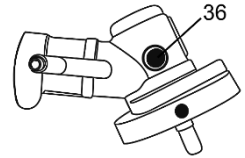

Рисунок 13
- За допомогою шестигранного ключа 5 мм відкрутіть гвинт (36, рисунок 13).